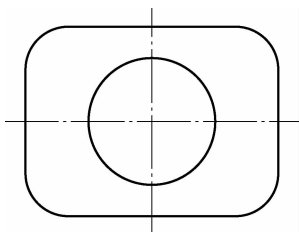

图 2-20 绘制出垫片的外轮廓和两条中心线
(1) 利用“矩形”命令绘制垫片的外轮廓，并绘制两条通过各边中点的中心线，如图 2-20 所示。命令行提示如下：